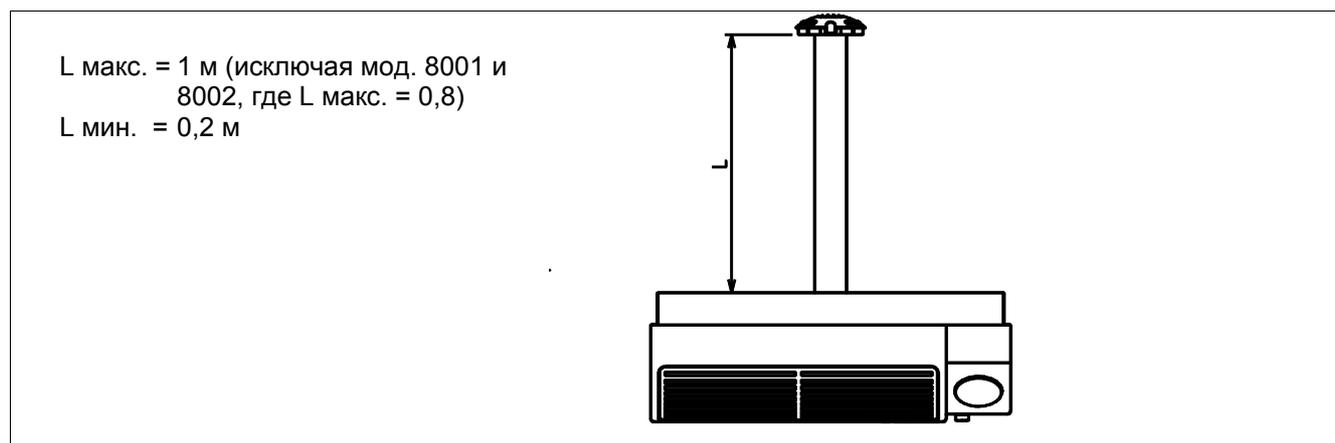

Рисунок 4 – УСТАНОВКА С СООСНЫМИ ТРУБАМИ
- соосные трубы выходят в стену установки (стандартная установка, см. Рисунок 4)
При нестандартной установке устройства (предоставленной на Рисунок 4) обратитесь пожалуйста вашему дилеру.